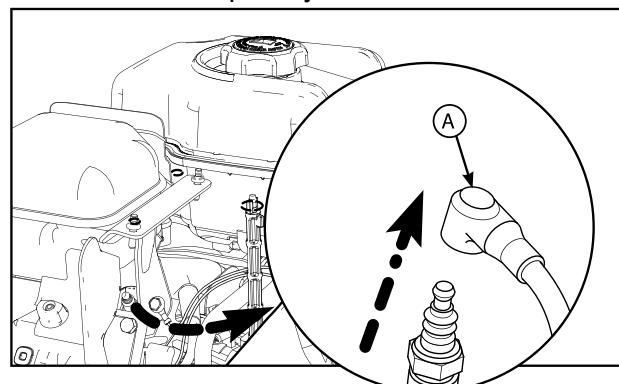

Рис. 12
1. Когда двигатель заглушен, но еще теплый, отсоедините провод свечи зажигания (A, рис. 12) и отведите его от свечи.